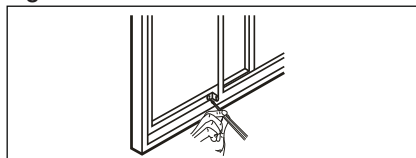

Fig. 22
7. Pour maintenir la guillotine coulissante en place, fixez le verrou de la guillotine situé dans le coin droit avec une vis 1/2" (12,7 mm) comme illustré (Fig. 22).